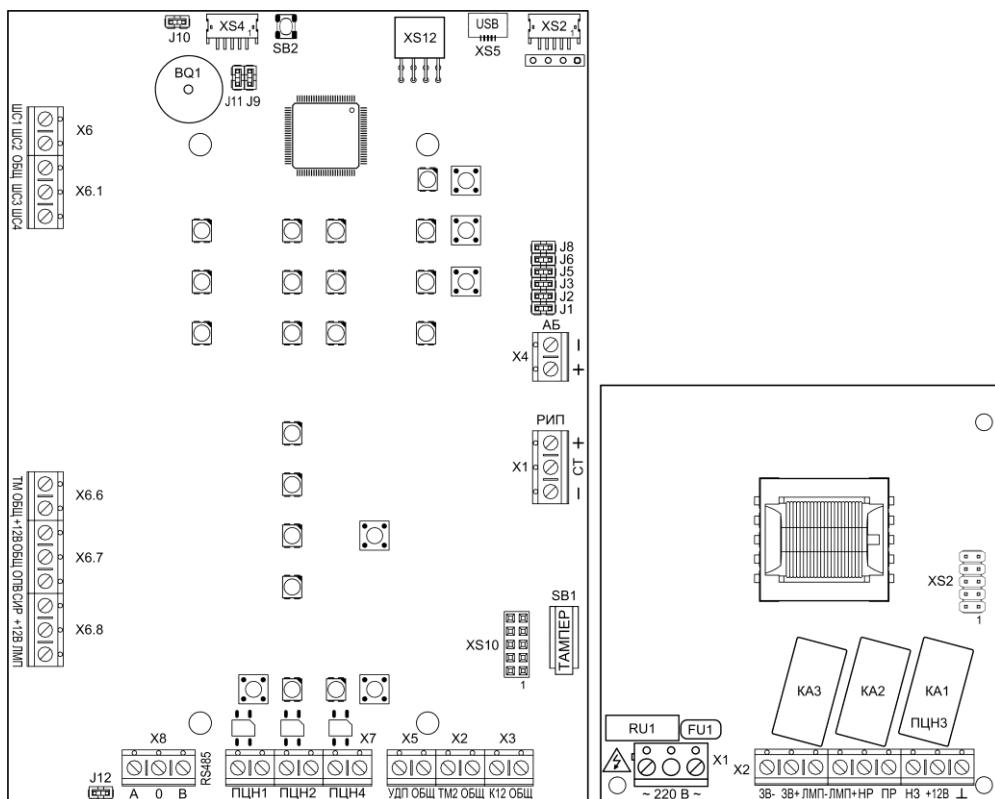
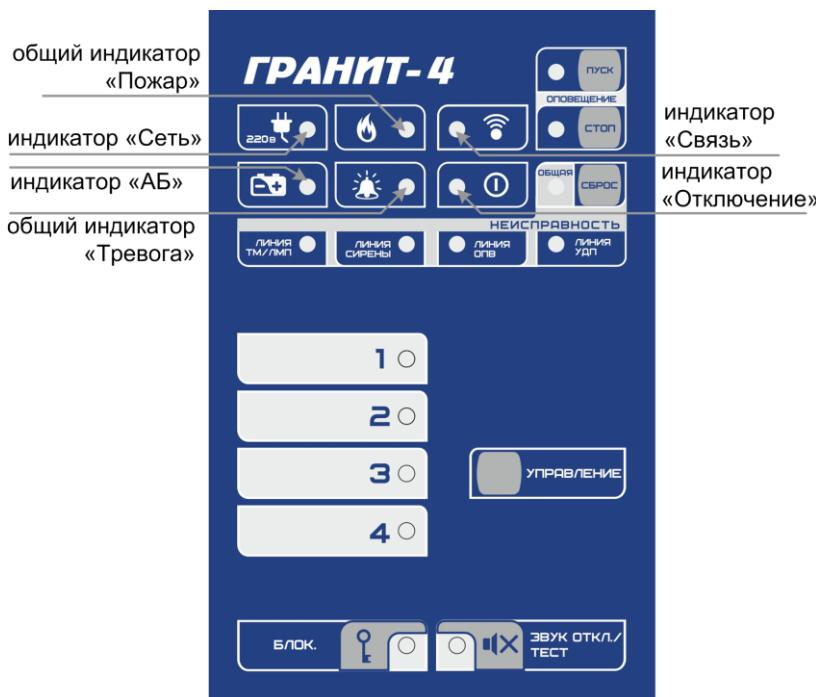

Рис.1 Внешний вид платы контроллера Гранит-4 и платы источника питания
Рис.2 Панель индикации и управления прибора Гранит-4
Прибор состоит из корпуса и съёмной крышки. В корпусе расположены плата контроллера и плата источника питания (рис.1). На плате контроллера установлена панель индикации и управления (рис.2).
**3.1 На плате контроллера** (рис.1) расположены следующие элементы:
### 3.2 На панель индикации и управления прибора (см. рис.2) выведены:
**3.3 На плате источника питания** (рис.1) расположены следующие элементы: